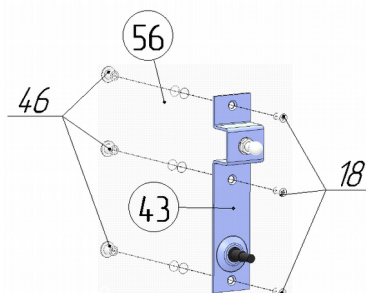

Рис.7.1 Слева
- кронштейн газлифта поз. 43, используя гайки глухие М6 поз.46 и винты М6х18 с потайной головкой поз.18 (см.рис.7.1).
Соединить тяги поз.10 и кронштейны газлифта поз.43, установленные в п.3 по рис.7.1 и 7.2, расположив между ними шайбу пластмассовую  $\varnothing 18 \times 10,5$  поз.38, используя шайбу поз.36 и гайку М8 со стопорным кольцом поз.29 (см. рис.18.1 и 18.2). Надеть на гайки поз.29 колпачки пластмассовые большие поз.31 (рис.18.1, 18.2).